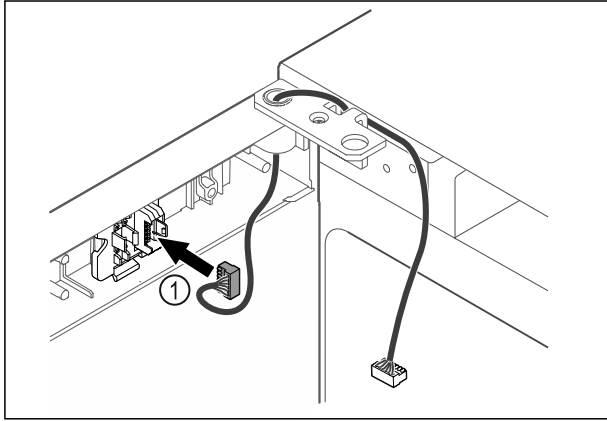

Fig. 63
- Aseta pistoke Fig. 63 (1) pistokkeenpitimeen.